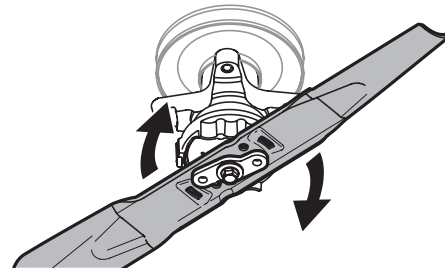

Figura 5
5. Mientras sostiene el collarín en la posición hacia arriba, rote la cuchilla en sentido de las agujas del reloj para alinearla con el adaptador de la cuchilla. Consulte la Figura 5.